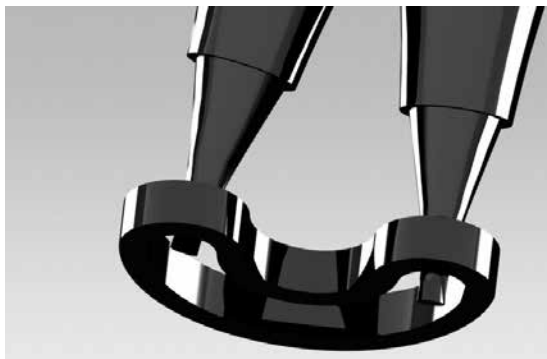

Abbildung 4
Setzen Sie zuerst die O-Ringe der Lager der Membranachse (5) in ihre Nuten ein; anschließend die Lager, wobei Sie diese mit einer Klemmringzange nierenförmig biegen (siehe Abbildung 4).